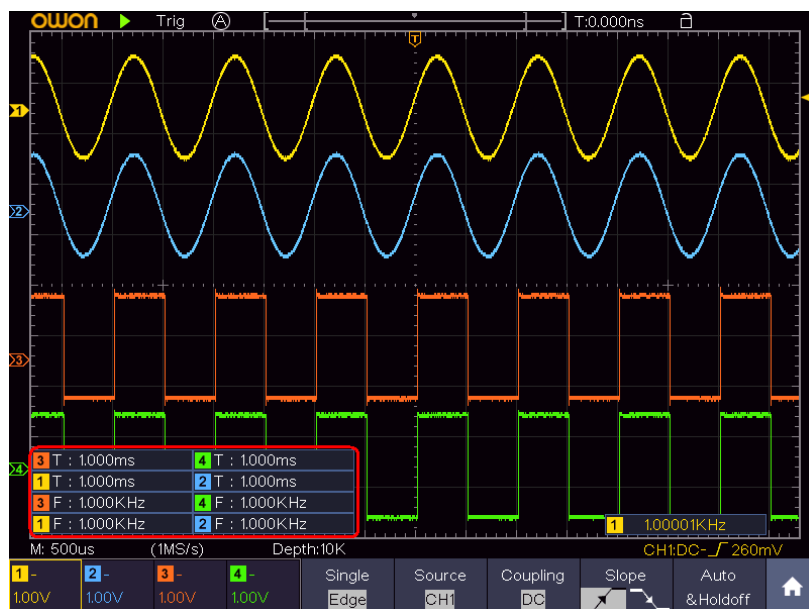

Рис. 4-18. Автоматическое измерение
- Результат автоматически появится внизу слева (рис. 4-18).